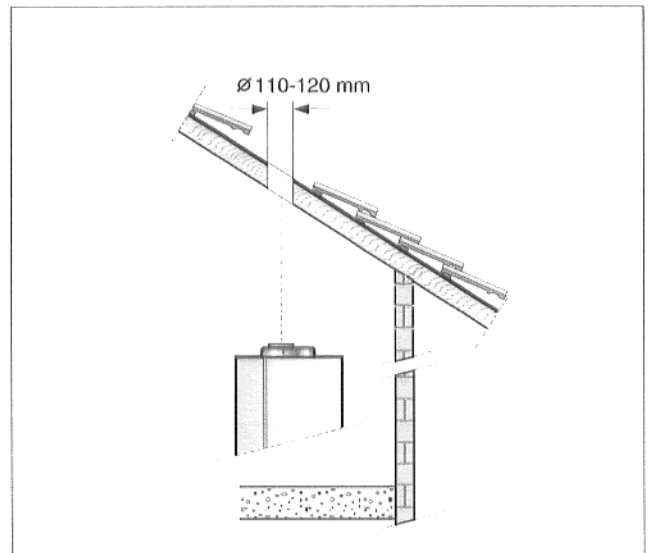

Abb. 12 Dachdurchbruch
- Dachziegelreihe senkrecht über dem Abgasstutzen des Heizkessels auswählen und Dachziegel entfernen (Abb. 12).
- Loch \varnothing 110 - 120 mm bohren (Abb. 12). Dachneigung beachten!